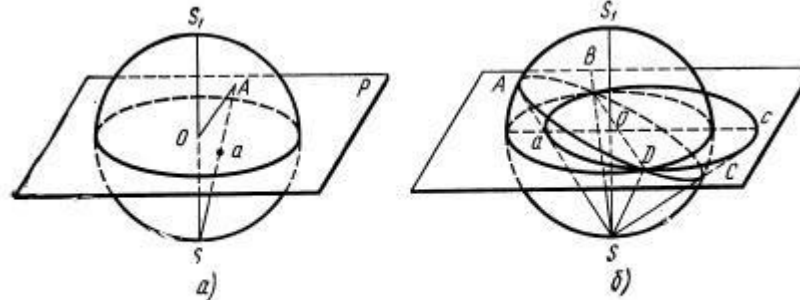

Рис. 28. Построение стереографической проекции:
- * Чтобы получить стереографическую проекцию какого-либо направления OA , его выход на шаре соединяют прямой с точкой S . След луча зрения SA на плоскости проекций, т. е. точка a и будет стереографической проекцией данного направления OA (рис. 28, а).
Для получения стереографической проекции плоскости (например, $ABCD$) ее переносят параллельно самой себе в центр проекций и продолжают до пересечения с поверхностью шара проекции. В результате пересечения получают на шаре дугу большого круга $ABCD$, все точки которой соединяют прямыми с точкой зрения и получают проектирующий конус. Получаемая при этом кривая $aBCD$, по которой проектирующий конус пересекается с плоскостью проекции, и есть стереографическая проекция данной плоскости $ABCD$ (рис. 28, б).